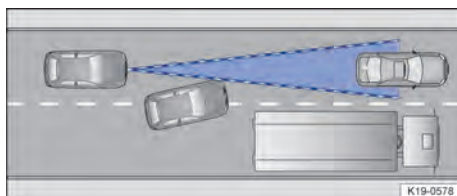

Fig. 154 Mudança de faixa.
- Veículos que mudam para a faixa própria diretamente na frente do próprio veículo → Fig. 154.